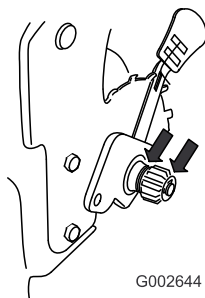

Рисунок 43
2. Нанесите смазочное масло на внутреннюю и внешнюю стороны зубчатого колеса, как показано на Рисунок 43.